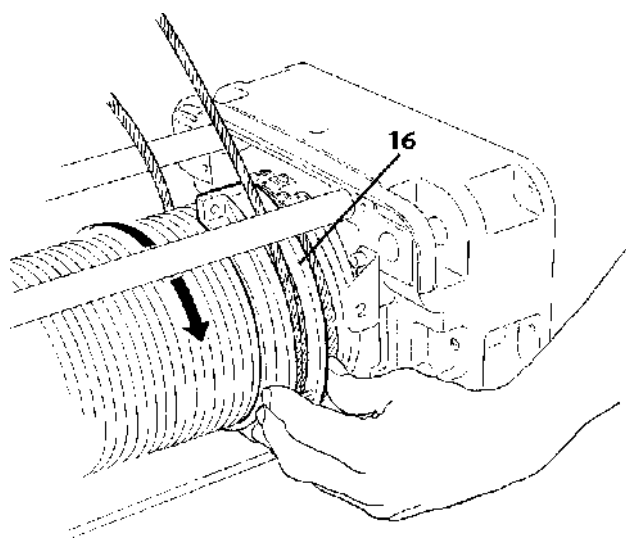

fig.198
12. Obrócić półobřęcz umieszczoną po stronie miejsca, z którego wychodzi lina -16- aż lina zacznie wychodzić do góry (rys. 198)